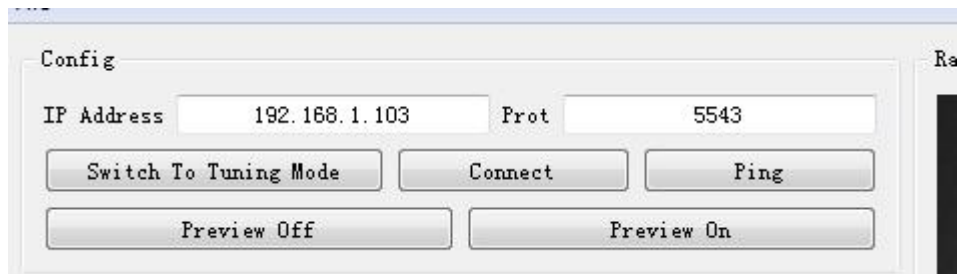

图 4-1-1
a) 获取 IP 地址后，填入 Capture Tool，如图 4-1-1 所示；